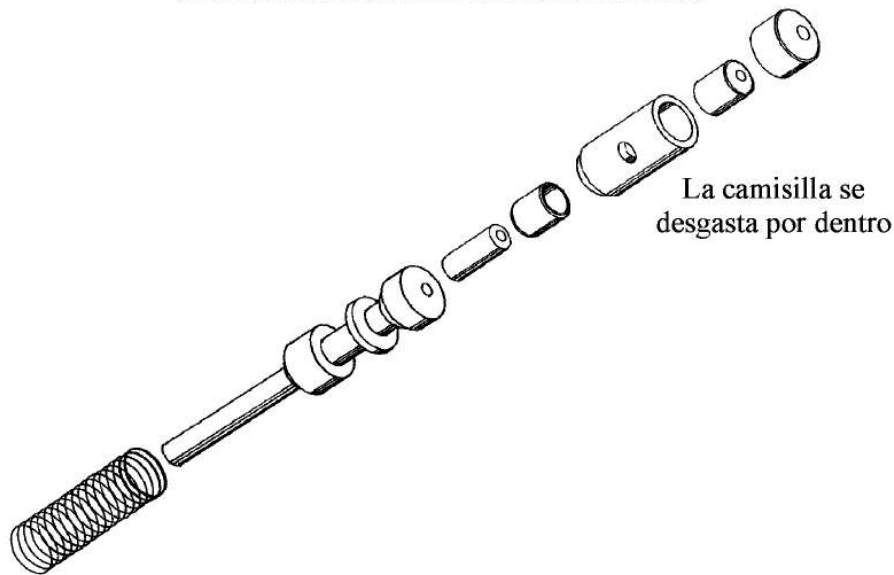

Figura 65
- Otra causa de CVI's bajitos que muchas veces es pasado por alto es presión de línea alta. Existen 3 niveles de presión predeterminados en una transmisión A604. El nivel en el primer y el segundo cambio es de 120 a 145 psi. En tercera y cuarta el nivel es de 75 a 95 psi mientras que en marcha atrás es de 175 a 235 psi. El TCM no tiene manera de saber o verificar la presión actual en la transmisión. Por lo tanto, el TCM pulsa los solenoides de acuerdo a estos valores predeterminados de presión. Si existe un problema mecanico en el cuerpo de valvulas que causa presión de línea alta, el TCM continua pulsando los solenoides de acuerdo a los niveles de presión predeterminados. Con la presión de línea mas alta de lo que el TCM piensa, un volumen mayor de fluido es permitido pasar por el solenoide lo cual resulta en CVI's por debajo de lo minimo. Una causa muy comun de esto es desgaste en la camisilla de la valvula reguladora o la valvula reguladora atascada (Vea la figura 65). CVI's por debajo del minimo causados por fugas cruzadas o por problemas de presión alta pueden ser facilmente controlados con el uso de un manómetro. Por ejemplo, si los CVI's en el circuito de OD estan por debajo de lo minimo, conecte el manómetro al grifo de OD. En este grifo no debe haber presión alguna ni en primera o en segunda. Si hay, existe una fuga cruzada. Al mismo tiempo, al hacer el cambio a tercera y a cuarta, la presión en el embrague de OD debe ser de 75 a 95 psi. Si tiene 110 psi o mas, la presión de línea esta alta y lo mas seguro sea que hay desgaste en la camisilla de la valvula reguladora.